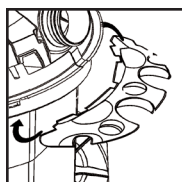

FIGURA 14
21. Con la parte posterior de la unidad mirando hacia usted, tome el portaherramientas y colóquelo con las lengüetas mirando hacia la parte posterior de la cubierta del depósito. **FIGURA 14.**